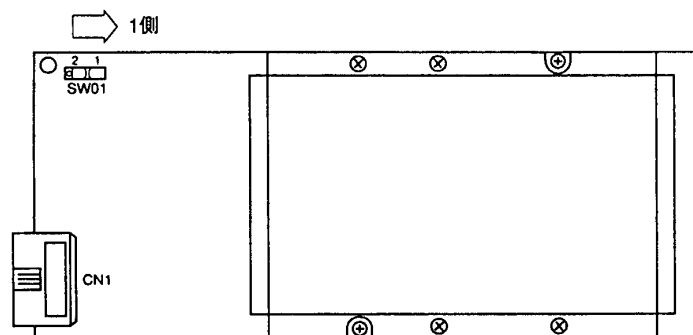

图 3.1
- (1) 按图 3.1 所示，将拨动开关拨向 1 侧。
- (2) 附属的电缆线 DET26P (221-41011) 与图 3.1 的印刷电路板的 CN1 相连。